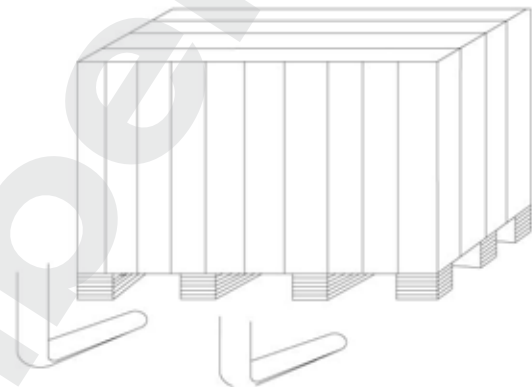

Fig4
4.1.1 После того как вы убедитесь в правильной распаковке оборудования, переместите станок на место его будущей работы (Рис. 4). Выбор места установки должен удовлетворять следующим требованиям.